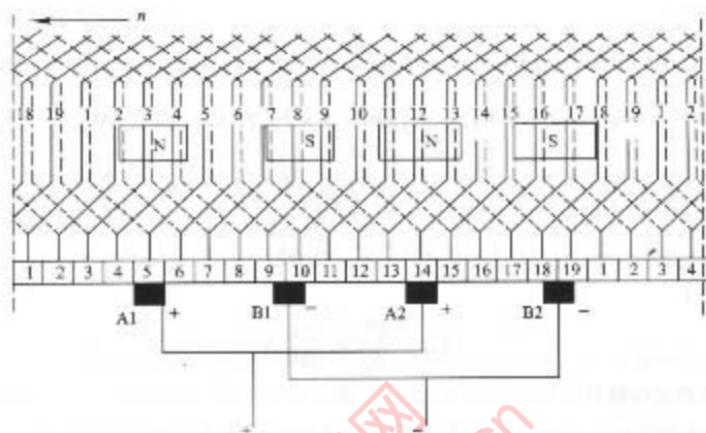

图1.5 题1.19图
(2) 绕组展开图如图1.5所示(采用左行长距绕组)
(3) 并联支路数如下: $2\alpha = 2$